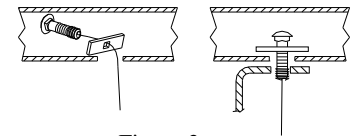

Figura 3.
4. Introduzca el segundo espaciador y perno a través del orificio agrandado y de nuevo hacia afuera como se muestra en la Figura 3. Deje el cable de halar unido. Repita en ambos largueros del bastidor.